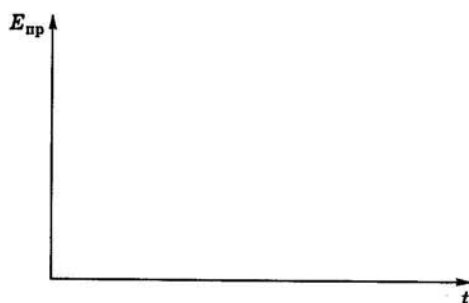

Рис. 1.4. Зависимость электрической прочности от температуры диэлектрика (при тепловом пробое)
1.47. На рис. 1.4 изобразите графическую зависимость электрической прочности от температуры диэлектрика (при тепловом пробое). Дайте объяснение этой зависимости.